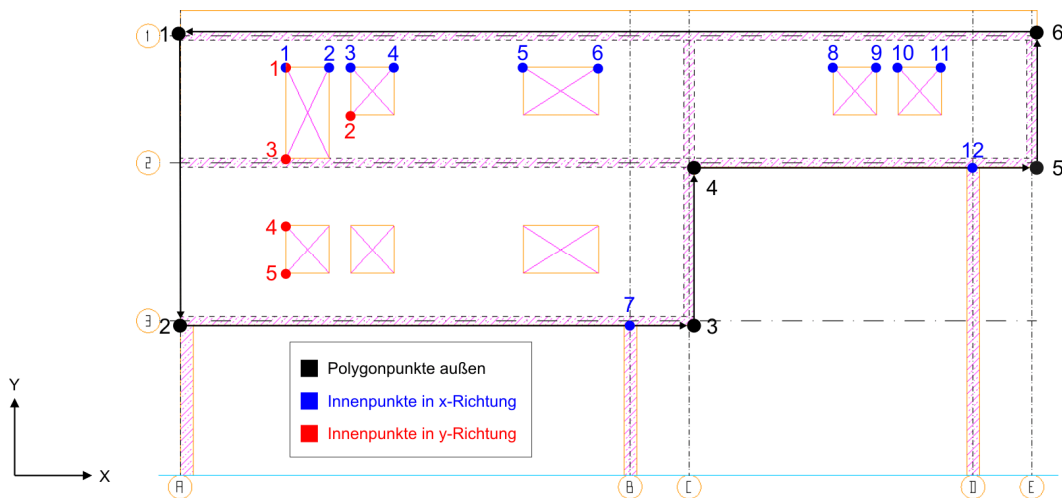

Abbildung 7 - Darstellung der Außen- und Innenpunkte der Wandscheibe zur Netzgenerierung
- Fangen Sie nun mit der *Maustaste 2* nacheinander gegen den Uhrzeigersinn die Außenpunkte (*Polygonpunkte*) ein. Verwenden Sie dazu die Abbildung 7. Die Wandscheibe soll hierbei bis an die Aussenkanten der Decken geführt werden. Schließen Sie diesen Prozess ab, indem Sie als Endpunkt wiederum den Anfangspunkt einfangen.
- Die *Innenpunkte x-Richtung* sind die markanten Punkte, die für die Generierung des Netzes in x-Richtung maßgebend sind. Dazu zählen alle Punkte, die benötigt werden um die Elemente in den Fenster- und Türöffnungen zu berücksichtigen, sowie die Auflagerpunkte, die sich im Beispiel links bzw. mittig über den Stützen befinden. Fangen Sie dementsprechend die Punkte 1 bis 12 gemäß Abbildung 7 ein. Die Reihenfolge der Eingabe ist dabei nicht wichtig. Beenden Sie die Eingabe anschließend mit der *Maustaste 4*.